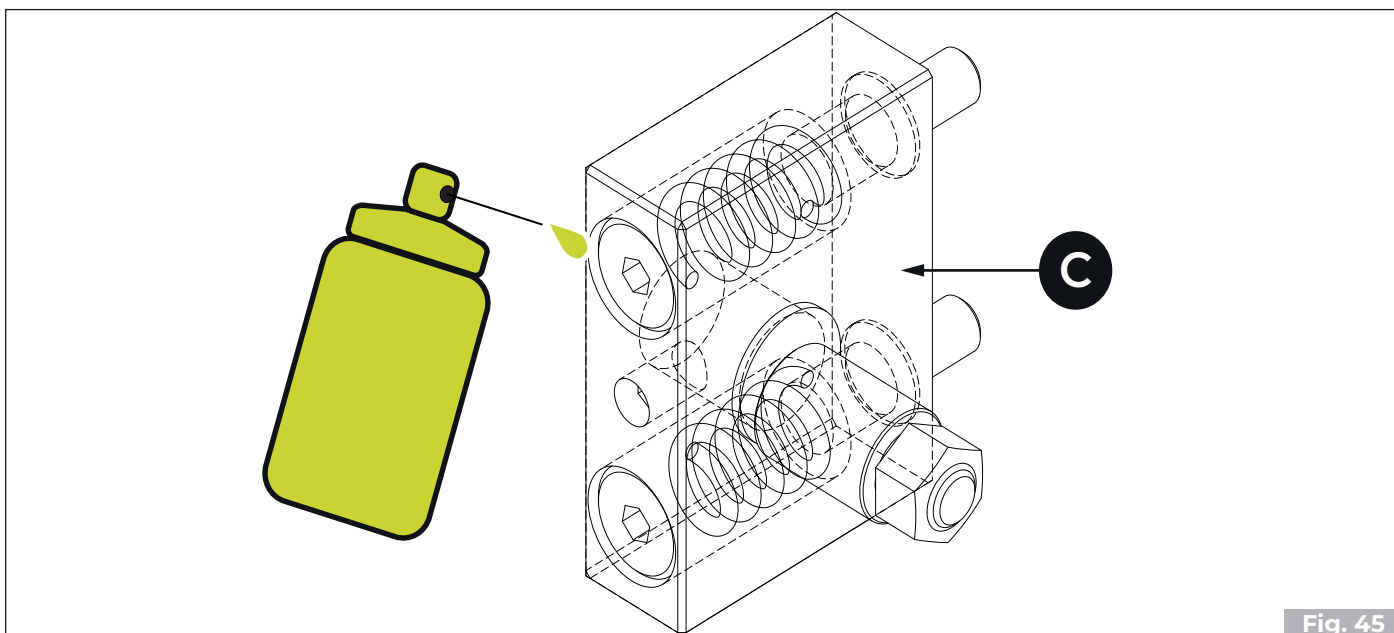

Fig. 45
Kako bi se osigurao ispravan i siguran rad vrata ložišta, potrebno je podmazati opruge mehanizma za zatvaranje koji se nalaze unutar bloka (C). U tom slučaju treba upotrijebiti mazivo u spreju oko glave vijka kako bi mazivo došlo do opruge (**Fig. 45**)